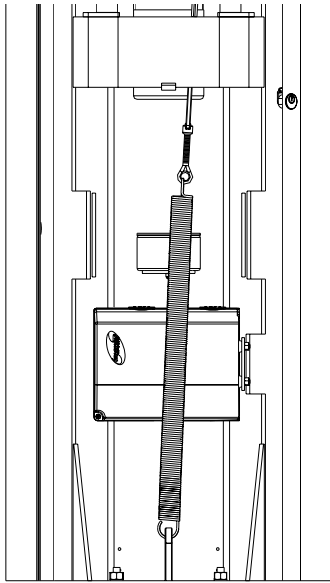

Fig.8
- Para invertir el sentido de apertura desplazar el muelle en la posición apuesta (Fig.8) e invertir la conexión del motor eléctrico en el equipo de mando (Fig.9).